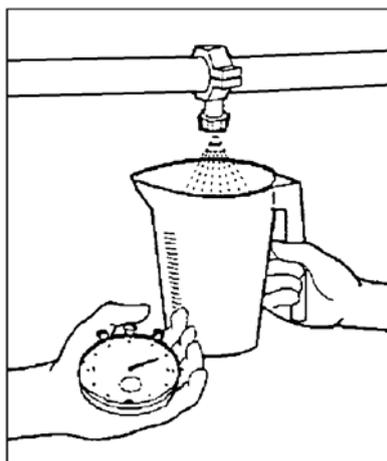

Fig. 1
- Rilevare la portata (Q = litri erogati in un minuto) di un ugello utilizzando un contenitore graduato (fig.1) Confrontare i valori rilevati con i corrispondenti riportati sulle tabelle fornite dal costruttore degli ugelli utilizzati.